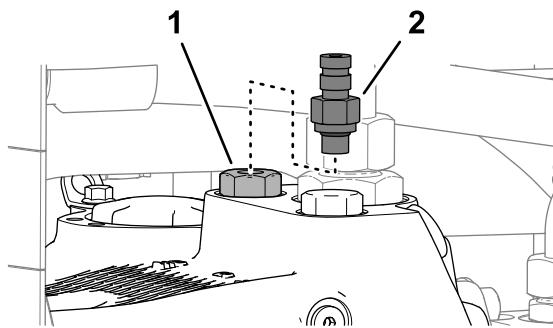

Bild 34
2. Entfernen Sie den Schnelltrennanschluss vom Reduzierstück (Bild 34).